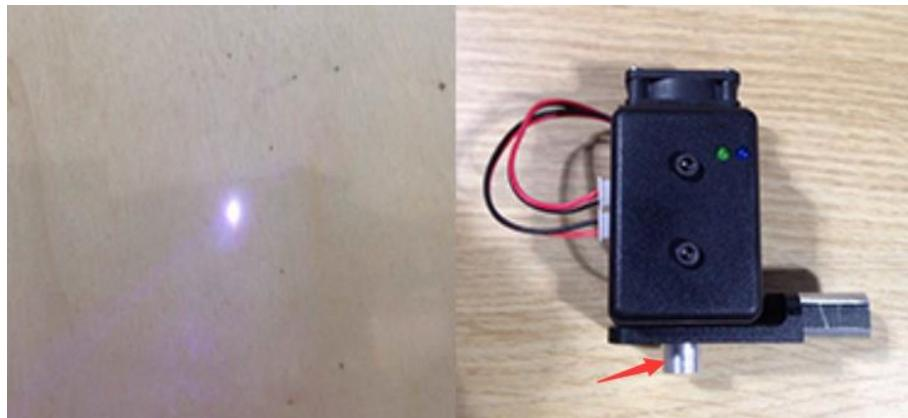

图 5.77 调整激光焦距
- 如果激光始终无法聚焦，可能是激光头的焦距过长，可以旋转激光头底部的金属旋钮进行聚焦（如图 5.77 右图所示的旋钮）。